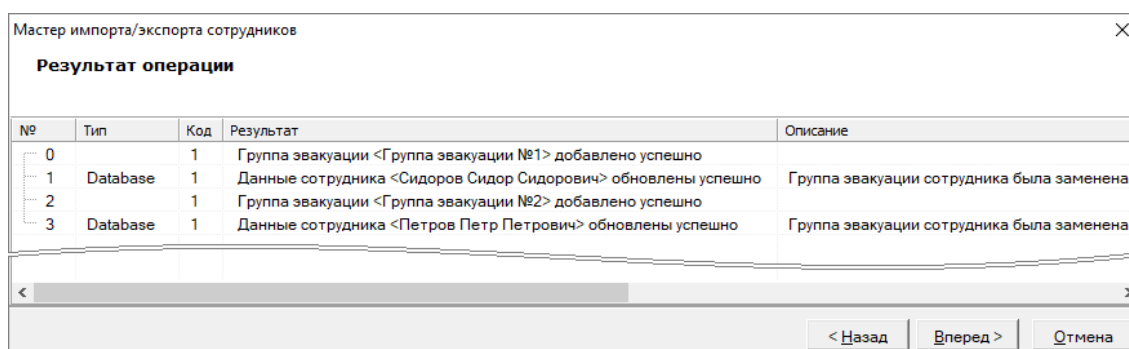

Рисунок 14-53 Отчет о результатах импорта
- 5) В шаге «Результат операции импорта» (см. п. 14.4.5) просмотреть отчет о результатах импорта, в примере – добавление групп эвакуации и обновление данных сотрудников в виде назначения новых групп эвакуации (см. Рисунок 14-53);